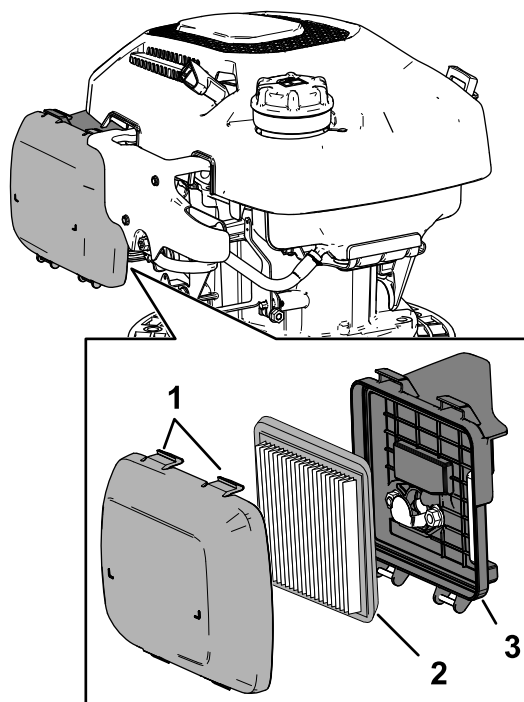

Figura 33
1. Pressione as patilhas do trinco na parte superior da tampa do filtro de ar (Figura 33).
3. Retire o elemento do filtro (Figura 33).